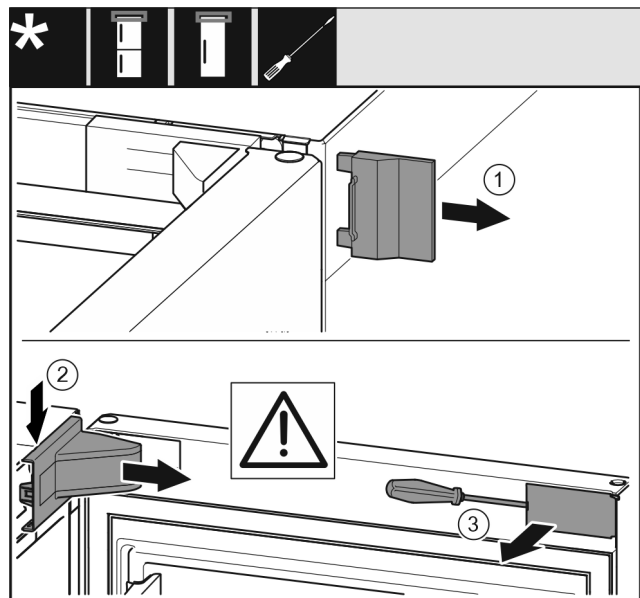

Fig. 9
- ▶ Зніміть зовнішню кришку. Fig. 9 (1)
- ▶ Звільніть і ослабте кришку опорного кронштейна. Зніміть кришку опорного кронштейна. Fig. 9 (2)
- ▶ За допомогою шліцевої викрутки звільніть від фіксатора та поверніть убік накладку. Fig. 9 (3)